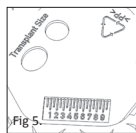

Fig. 5
■ **Fig. 1b/5** Le sagome riportate sul retro del disco sizer (Fig. 1b) mostrano la misura minima dell'innesto in grado di rivestire la membrana timpanica (Fig. 5). Ovale: per testa della protesi con placca ovale. Rotonda: per testa della protesi con placca rotonda.
■ **Fig. 5** La scala millimetrica serve ad effettuare misure generali di comparazione che possono risultare utili nell'ambito di un'operazione sull'orecchio medio. Il lato posteriore può essere poi utilizzato anche come superficie d'appoggio o campo di preparazione per vari procedimenti, per esempio per la lavorazione dell'innesto o come deposito intermedio.